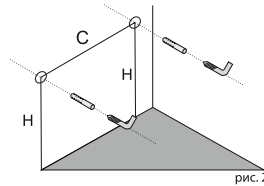

рис. 2
2. Определите местоположение тумбы, поставив ее вплотную к стене. Выполните разметку стены в соответствии со схемой (рис. 2), где: